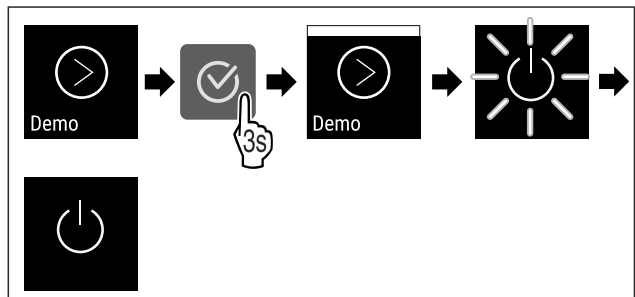

Fig. 90
- ▶ Efectuați pașii de acțiune (vezi Fig. 90) .